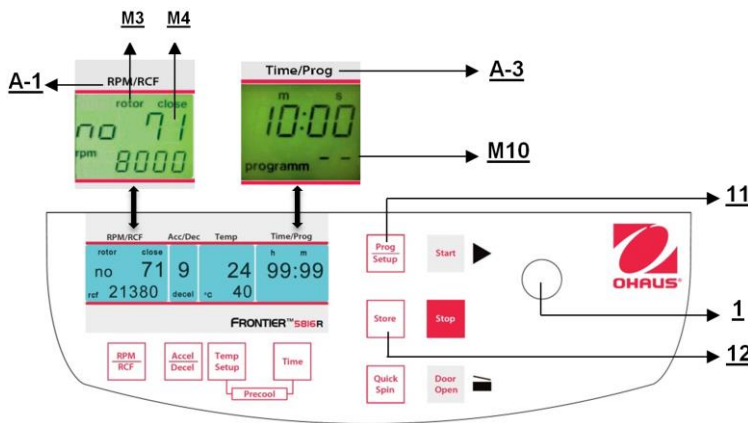

Figura 25
Para recuperar programas almacenados, presione el botón **"Prog/Setup"** (11) (vea la Figura 25) mientras la tapa está cerrada. En la pantalla **"Time/Prog"** (A-3) aparece **"programm --"**(M10). El número de programa deseado puede preseleccionarse con la perilla de ajuste (1). Los valores almacenados para ese programa aparecerán en las pantallas respectivas. Si dentro de la centrífuga está el rotor equivocado para el programa seleccionado, en la pantalla **"RPM | RCF"** (A-1) destella la palabra **"rotor"** (M3). Al mismo tiempo, la palabra **"FALSE"** y el número de rotor almacenado **"xx"** (M4) destellan alternadamente.
Para salir del modo de programa, solo presione el botón **"Prog/Setup"** (11) (vea la Figura 25). Entonces, dentro de la pantalla **"Time/Prog"** aparece la palabra **"programm"**. Configure la pantalla en **"programm--"** (M10) con la perilla de ajuste (1).